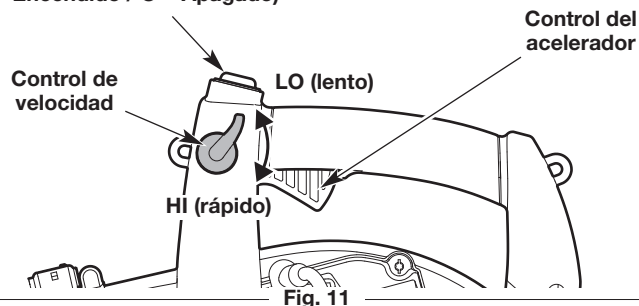
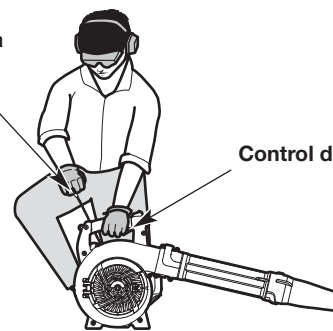

Fig. 11
Fig. 13
ADVERTENCIA: Se debe evitar arrancar accidentalmente la unidad. A fin de evitar que se produzcan lesiones graves, el operador y la unidad deben estar en una posición estable cuando se jala la cuerda de arranque (Fig. 13).
NOTA: No es necesario encender la unidad. El interruptor de encendido/apagado está en la posición **Encendido (I)** en todo momento (Fig. 11).
5. Agacharse en la posición de arranque (Fig. 13).
NOTA: APRIETE y MANTENGA APRETADO el control del acelerador, o mueva el control de crucero a la posición **HI (rápido)**, para **TODOS** los pasos subsiguientes (Fig. 11).
6. Apriete y mantenga oprimido el control del acelerador o mueva el control de crucero a la posición **HI (rápido)** (Fig. 11). Tire de la cuerda de arranque con un movimiento firme y controlado **5 veces** (Fig. 13).
2. Oprima y mantenga apretado el interruptor de encendido/apagado en la posición **Apagado (O)** hasta que el motor se pare por completo (Fig. 11).
- Use el control de velocidad para facilitar la operación continua (Fig. 11).